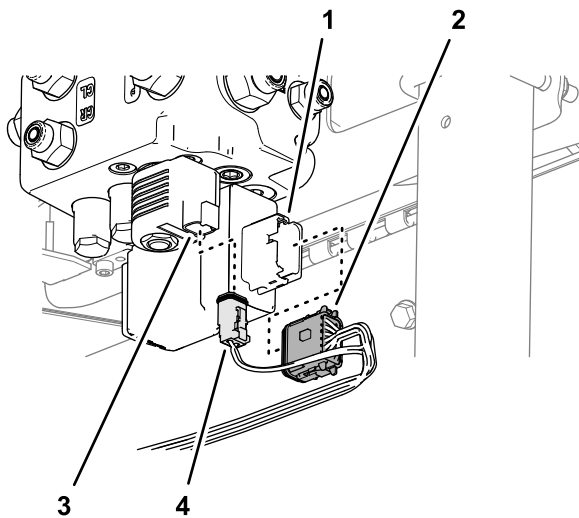

Figura 91
2. Enchufe el conector hembra de 12 vías del arnés de cables marcado EHI A KEY (GREY) en el conector de 12 pines de la válvula de dirección EHI (Figura 91).
3. Enchufe el conector hembra de 2 vías del arnés de cables marcado EHI SOLENOID en el conector de 2 pines del solenoide EHI (Figura 91).